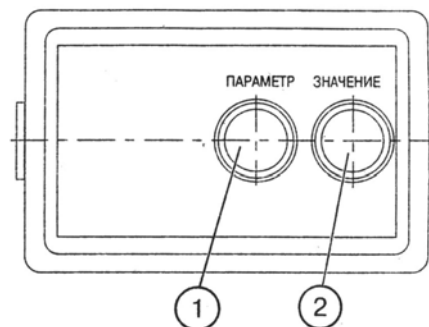

Рис. 2. Пульт управления (А3):
- при остановленном тракторе после установки выключателя стартера и приборов в положение “I” на дисплее (7) появляется индикация (5) наработки двигателя в часах;
- при движении трактора на дисплее (7) появляется индикация (6) скорости движения трактора (км/ч), при этом индикация (5) исчезает. Электрический сигнал скорости движения поступает от датчиков скорости, установленных на крышке заднего моста (BV1, BV2). Показания скорости осуществляются по сигналу с датчика, установленного на шестерне конечной передачи колеса, вращающегося с меньшей частотой. Расчетная скорость выше действительной, т.к. не учитывается буксование трактора;
- после запуска двигателя стрелочный указатель (8) перемещается по круговой шкале (1) для индикации частоты вращения коленчатого вала двигателя. Одновременно на дисплее (4) появляется индикация частоты вращения ВОМ (об/мин) Шкала (3) - для ВОМ I и шкала (2) - для ВОМ II. Электрический сигнал частоты вращения подается с фазной обмотки генератора.
1.2 Пульт управления тахоспидометром (рис. 2)
— нажмите кнопку (1) для входа в режим программирования (рис. 2).
- нажмите кнопку (1) пульта и выведите поочередно на дисплей (3) тахоспидометра (4) «Z» и «R»;
- нажмите кнопку (2) пульта и установите значение числа зубьев (Z) согласно таблице 1 и значение Rk согласно таблице 2: